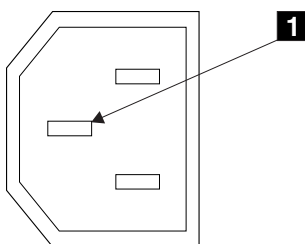

Abbildung 4. Schutzleiterkontakt
6. Führen Sie eine Durchgangsprüfung zwischen dem Rahmen des SAN Volume Controllers und dem Schutzleiterkontakt der einzelnen Hauptnetzteilanschlüsse aus. Der Schutzleiterkontakt ist in Abbildung 4 mit **1** gekennzeichnet.